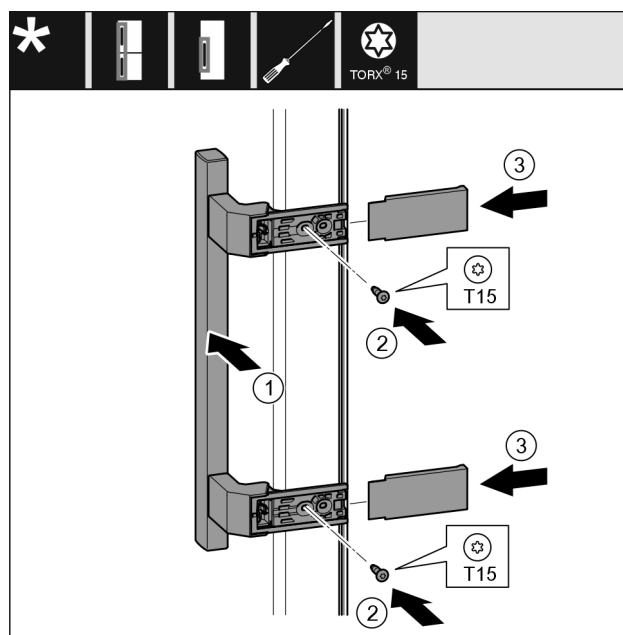

Fig. 47
- Placer la poignée Fig. 47 (1) du côté opposé.
- Serrer les vis Fig. 47 (2) avec un tournevis.
- Placer les caches Fig. 47 (3) sur le côté et les faire glisser.